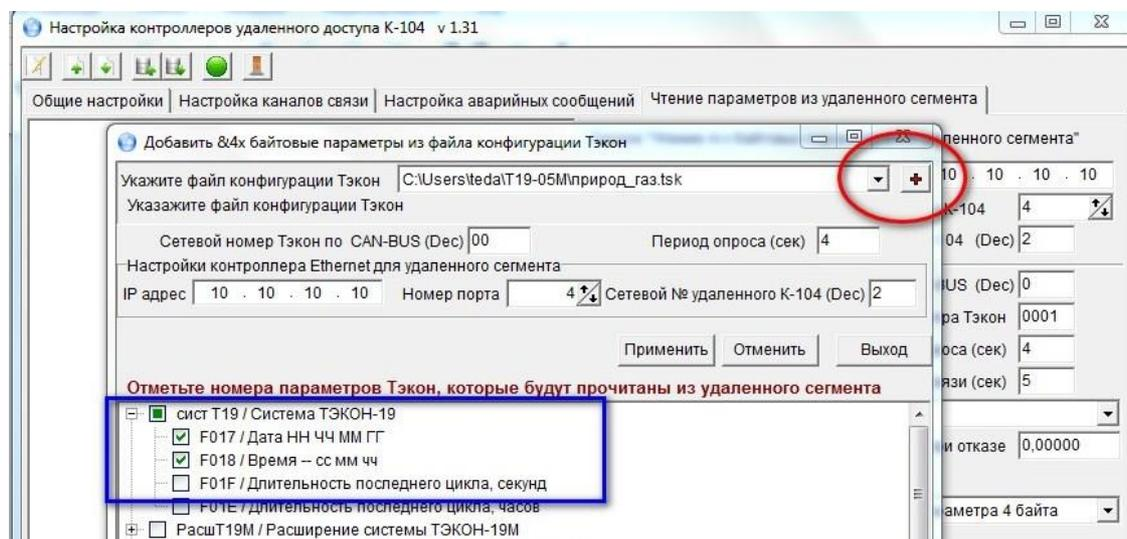

Рисунок 36. Активация параметров из удаленного сегмента
В контекстном меню выберите пункт **Добавить 4х байтовые параметры из файла конфигурации Тэкон (Добавить 2х байтовые параметры..., Добавить битовые параметры...)**. Откроется дополнительное окно (рисунок 36). В верхнем правом углу окна находятся кнопки  и  для добавления файлов конфигурации.
- установите флажки  в строках тех параметров, которые будут прочитаны из удаленного ведомого прибора (Рисунок 36);